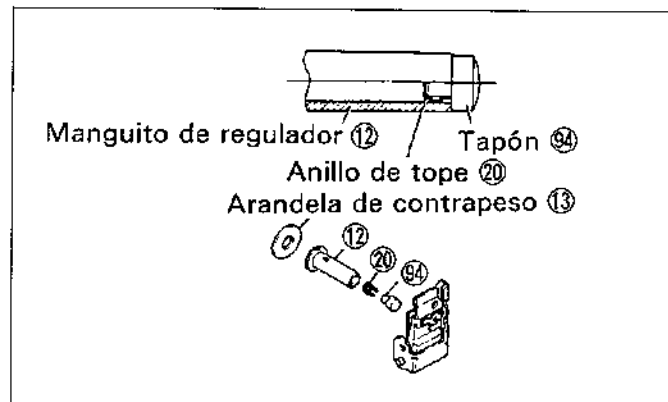

Figura.14-41 Montaje del regulador ①
- (1) Hay dos tipos de manguito del regulador ⑫.
- Un manguito emplea un tapón de manguito sólido ⑨4 y un anillo de tope de tapón ②0. (Vea la figura.14-41)